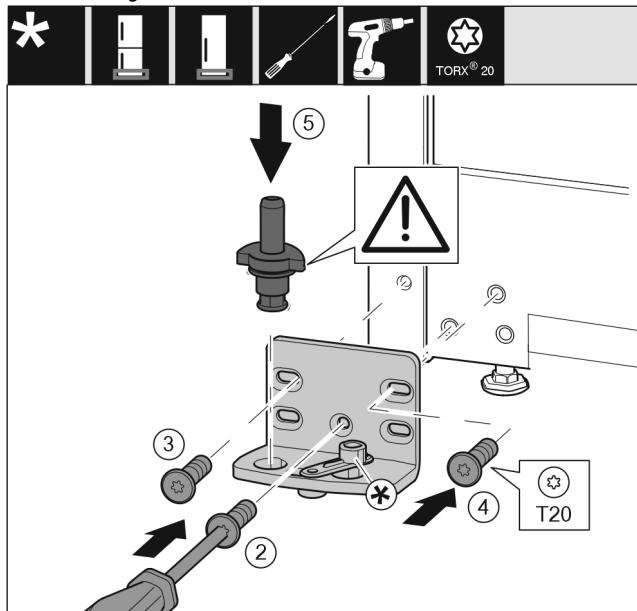

Fig. 38
- ▶ 将托架安装到另一侧，并借助螺丝刀旋紧。用螺钉 Fig. 38 (2)从底部的中心开始。
- ▶ 拧紧螺钉 Fig. 38 (3)和螺钉 Fig. 38 (4)。
- ▶ 将轴承螺栓 Fig. 38 (5)完全装入。同时注意止动凸轮需指向后方。
- ▶ 将托架安装到另一侧，并借助螺丝刀旋紧。用螺钉 (2)从底部的中心开始。\*
- ▶ 拧紧螺钉 (3)和螺钉 (4)。\*
- ▶ 将关门阻尼器连接装置 (5)旋转 180°。用螺丝刀拧紧托架的另一侧。\*
- ▶ 将轴承螺栓 (6)完全装入。同时注意止动凸轮需指向后方。\*